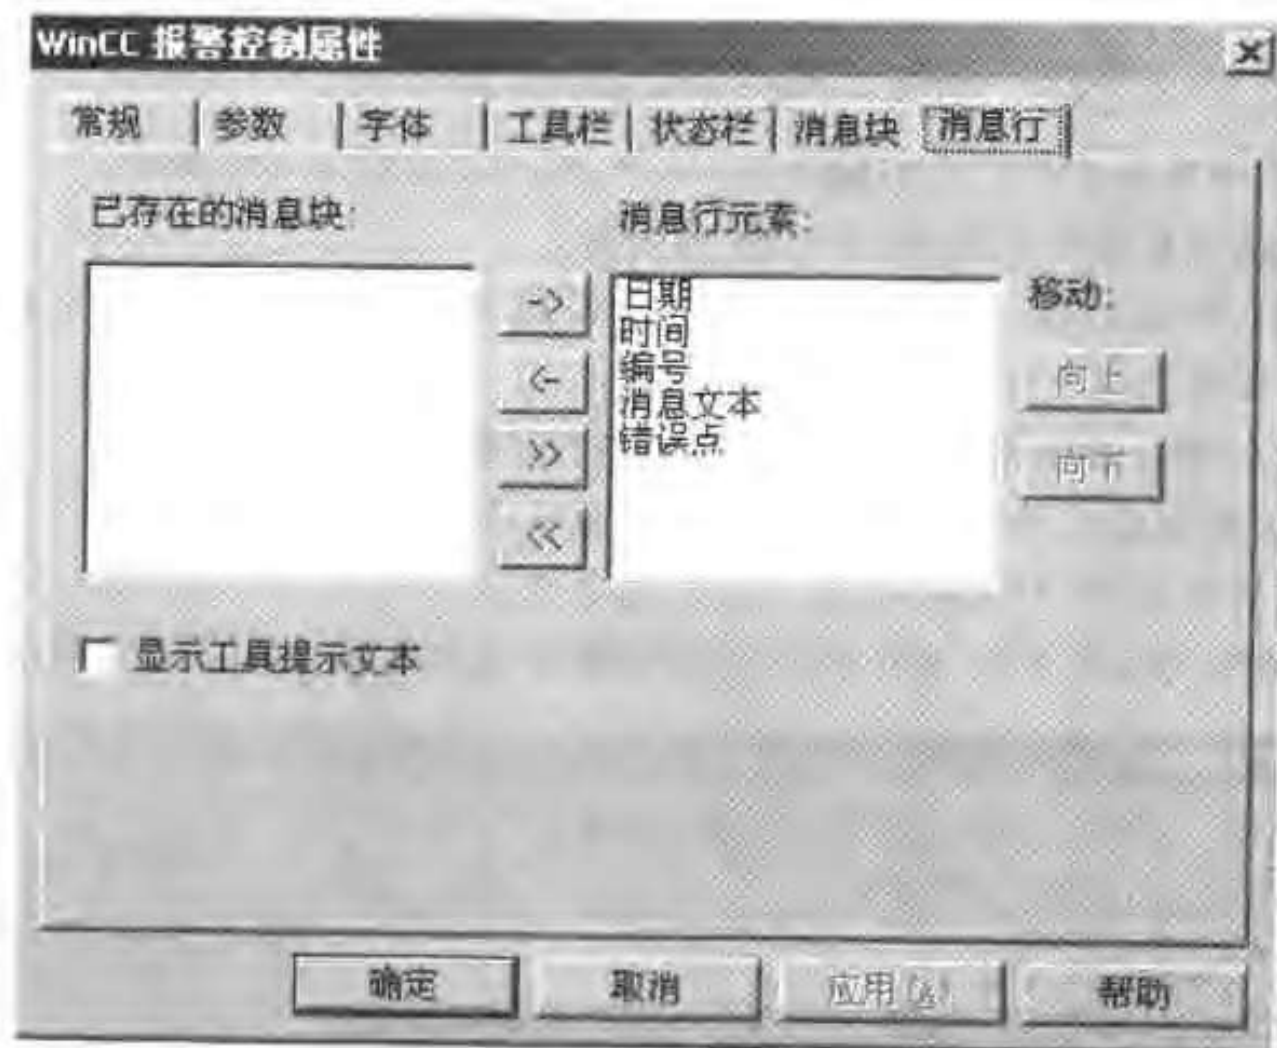

图 8-10 添加消息行元素
- 选择“消息行”选项卡,在“已存在的消息块”列表框中选择“消息文本”和“错误点”,并单击  按钮将这两项传送到“消息行元素”列表框中,如图 8-10 所示。单击“确定”按钮,关闭“WinCC 报警控制属性”对话框。